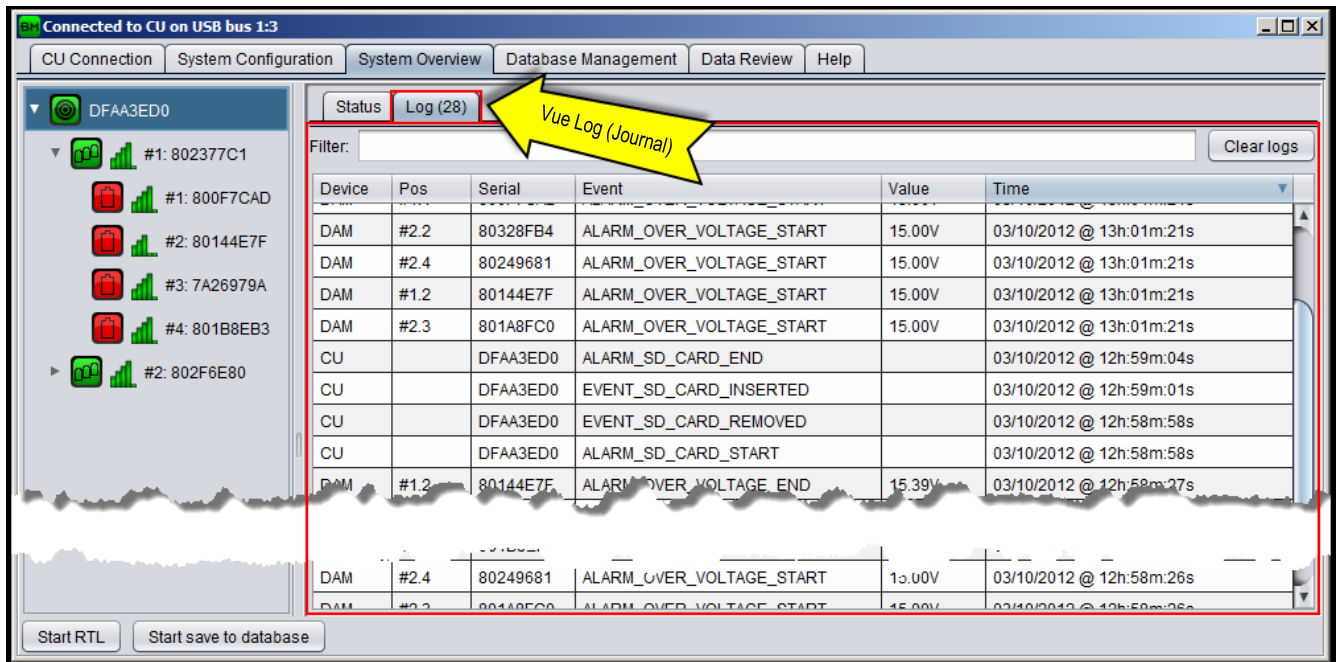

Figure 34 : Onglet Log (Journal) de System Overview (Vue d'ensemble du système)
- ▶ **Vue Log (Journal)** : affiche l'historique des événements et des alarmes (voir §9 pour la description des événements et des alarmes) pour chaque niveau de dispositif (système, chaîne, batterie) depuis la connexion de l'application à l'UC comme illustré à la Figure 34.